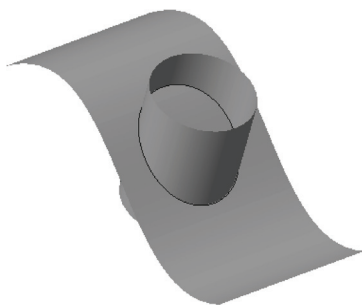

图 9-62 打开模型文件
STEP 01 单击快速访问工具栏中的“打开”按钮,打开模型文件,如图9-62所示。